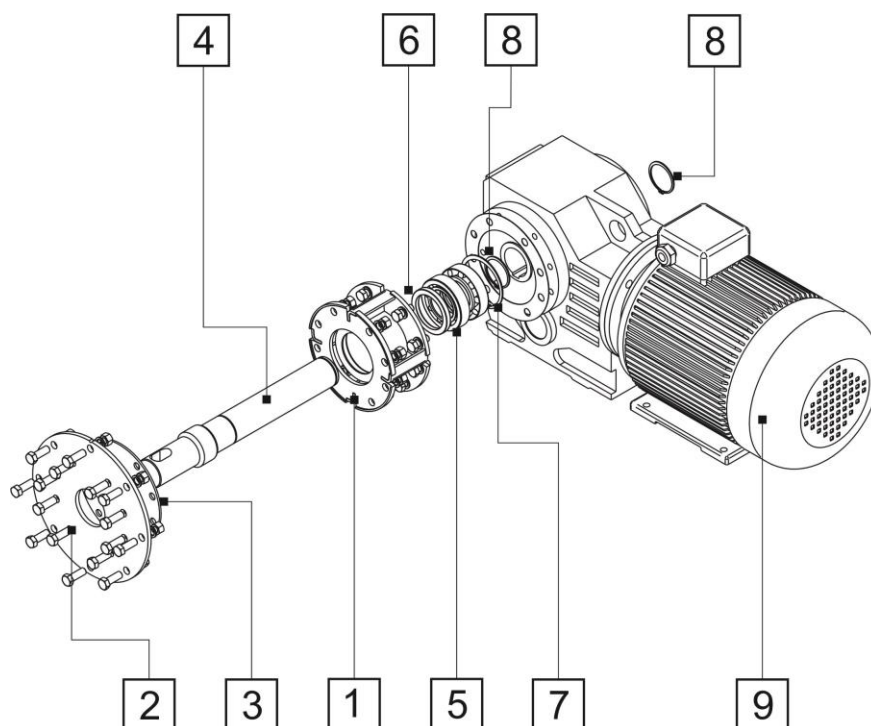

Рис. 5 Узел приводной
Приводной узел (Рис. 5) с установленным мотор-редуктором состоит из: корпуса (1), фланца (2), резинового уплотнения (3), полуоси (4) со шпонкой, двух подшипников (5)*, манжеты (6)*, стопорного кольца (7)*, двух стопорных колец (8)*, мотор-редуктора (9).